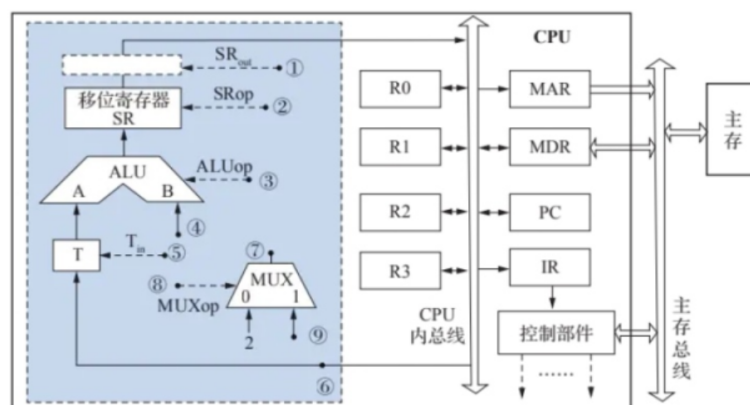

图 6.71 某 16 位计算机的部分数据通路
6.24某16位计算机的主存按字节编址，存取单位为16位；采用16位定长指令字格式；CPU采用单总线结构，主要部分如图6.71所示。图中R0~R3为通用寄存器；T为暂存器；SR为移位寄存器，可实现直送(mov)、左移一位(left)和右移一位(right) 3种操作，控制信号为SRop，SR的输出由信号SR_{out}控制；ALU可实现直送A(mov)、A加B(add)、A减B(sub)、A与B(and)、A或B(or)、非A(not)、A加1(inc) 7种操作，控制信号为ALUop。